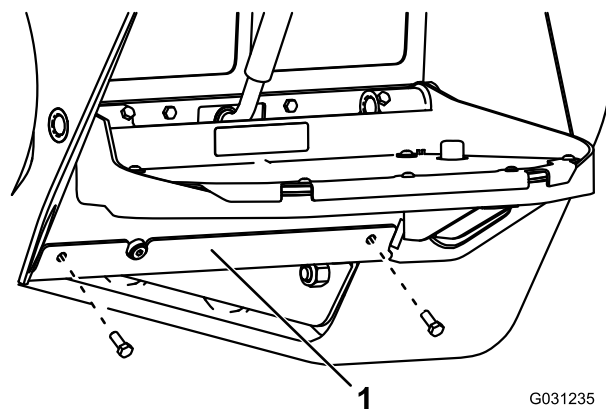

Figura 61
3. Togliete i 2 bulloni che fissano la piastra inferiore e rimuovetela (Figura 61).
7. Installate la piastra inferiore (Figura 61).